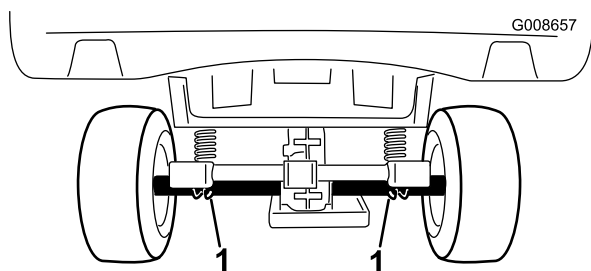

Figura 26
- O ponto de elevação traseiro encontra-se por baixo das bainhas do diferencial (Figura 26).